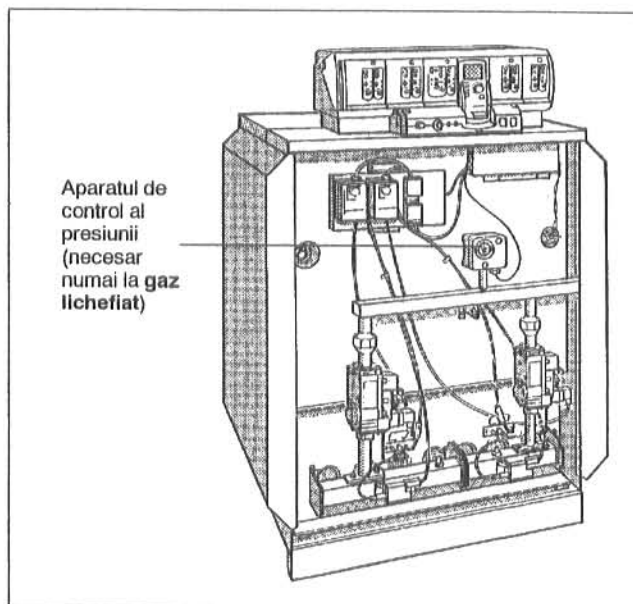

Fig. 22: Aparatul de control al presiunii
- La **gazul lichefiat** se îndepărtează dopurile din conductele de racordare ale gazului, bucata de conductă (pachetul de livrare cu piese pentru schimbarea tipului de gaz) se va înfinge cu partea netedă în conducta de racord a gazului, aparatul de control al presiunii gazului (pachetul de livrare cu piese pentru schimbarea tipului de gaz) se înfinge cu discul de reglare în față în unghiul bucății de conductă și se efectuează racordarea electrică conform planului de conexiuni (Fig. 22).